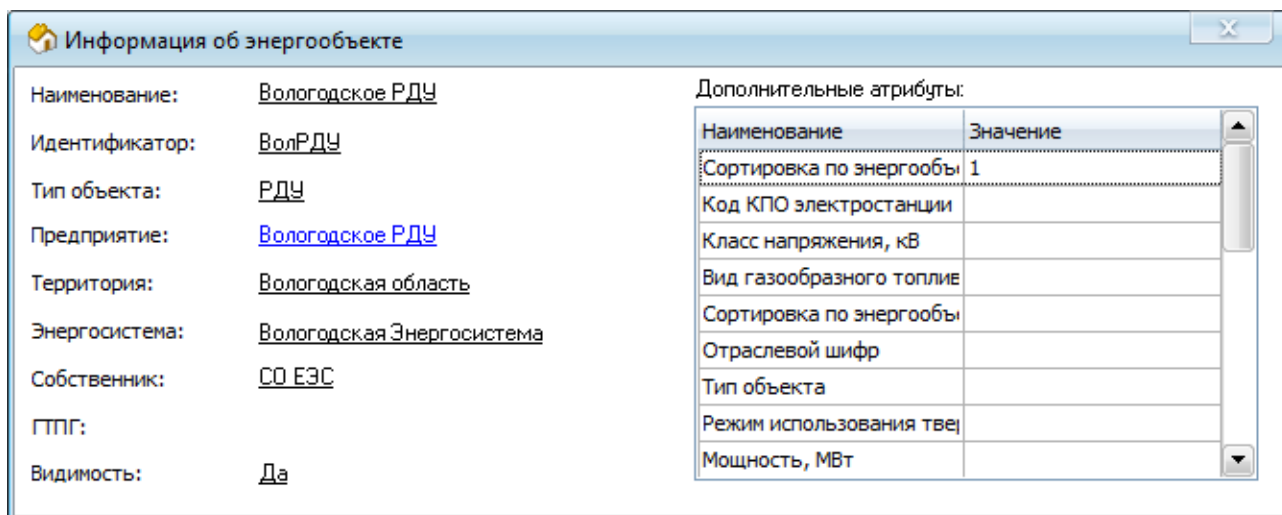

Рисунок 13.11 – Форма «Информация об объекте»
- «**Информация об объекте**» – вызов формы «Информация об объекте». На форме отображается полная информация об энергообъекте со списком значений дополнительных атрибутов и ГТПГ, а также признак видимости (Рисунок 13.11).